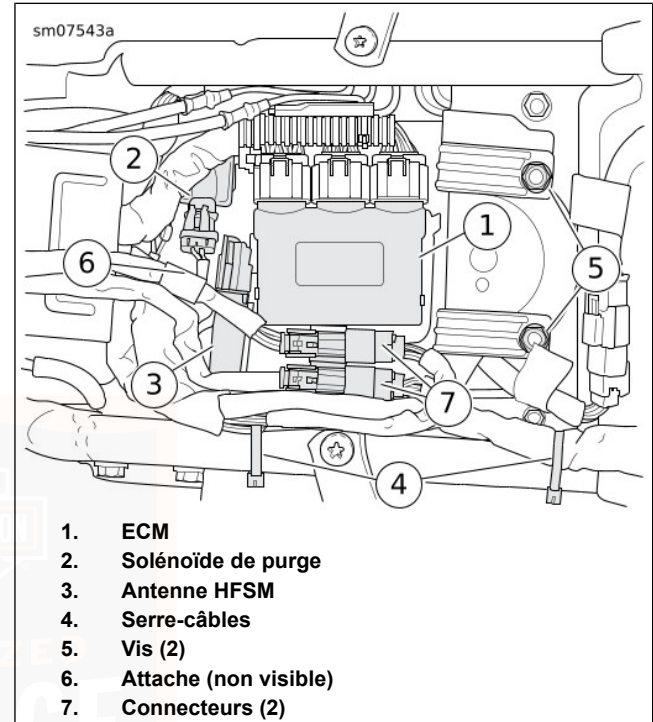

Figure 89. Boîtier supérieur
2. Voir Figure 89 . Détacher l'ECM (1) du boîtier supérieur. Le mettre de côté.
3. S'il est présent, déplacer le solénoïde de purge (2) vers l'avant pour le dégager du boîtier supérieur.
4. **Modèles avec système de sécurité** : Dégager l'antenne du HFMS (3) du boîtier supérieur et l'écartier.
5. Détacher les connecteurs (7) des ancrages sur le boîtier supérieur.
6. Retirer les fixations (5).
7. Couper les serre-câbles (4). Déplacer les faisceaux pour obtenir plus de dégagement pour le boîtier supérieur.
7. Voir Figure 89 . Mettre le boîtier supérieur en place et engager le loquet sur le support de fixation.
8. Fixer le boîtier supérieur à la traverse de cadre avec les fixations (5). Serrer.